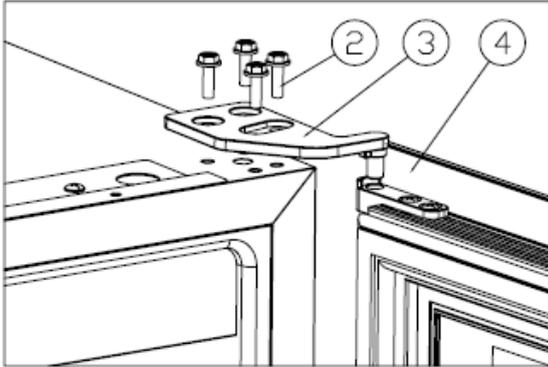

Figure 1
- ✧ Dévisser les vis M5*16②, puis démonter la charnière supérieure droite③, et retirer la porte [Figure 1].